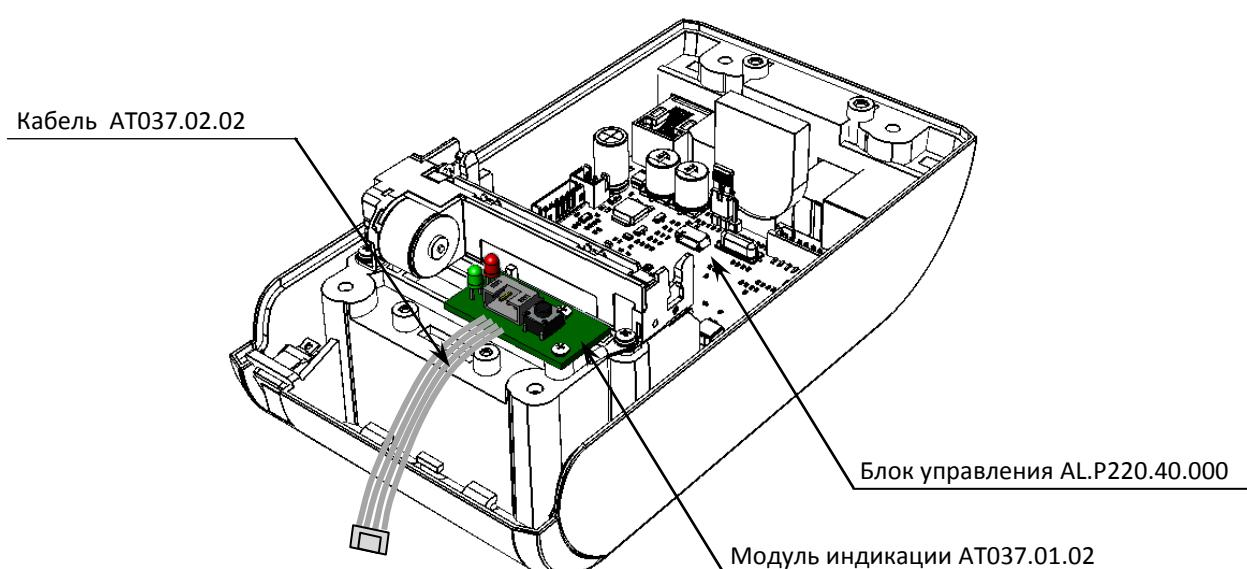

Рисунок 9. Расположение модуля индикации AT037.01.02 в корпусе ККТ
- **БУ AL.P220.40.000** устанавливается на нижнюю часть корпуса (смотрите рисунок 9).